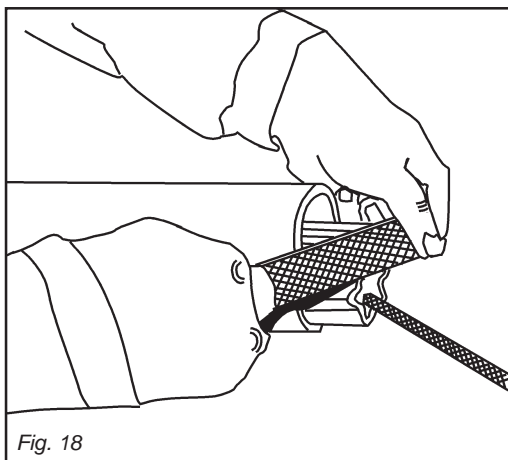
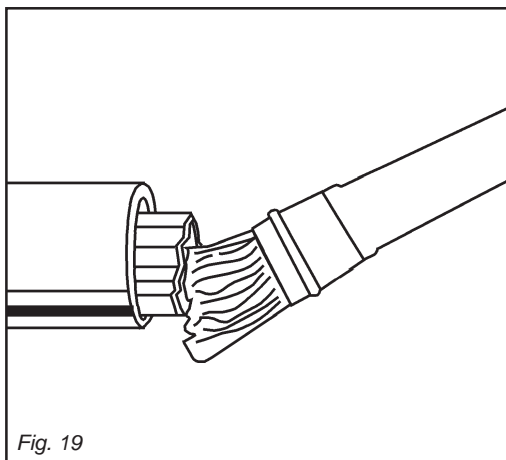

Fig. 18
Fig. 19
- Accorciare i tubi scorrevoli di una stessa lunghezza (Fig. 16 e 17), sbavare e pulire (Fig. 18) e ingrassare l'interno del tubo esterno (Fig. 19).
- Shorten the sliding tubes by the same extent (Fig. 16 and 17), deburr and trim (Fig. 18), then grease the inside of the outer tube (Fig. 19).
- Raccourcir les tubes coulissant de la même longueur (Fig. 16 et 17), ébavurer et nettoyer (Fig. 18) puis graisser l'intérieur du tube extérieur (Fig. 19).
- Die Gleitrohre um die gleiche Länge (Abb. 16 und 17) kürzen, sie abgraten und reinigen (Abb. 18) und das Innere des Außenrohrs schmieren (Abb. 19).
- Acortar los tubos corredizos en modo uniforme (Fig. 16 y 17), quitar las rebabas y limpiar (Fig. 18) y engrasar dentro del tubo externo (Fig. 19).